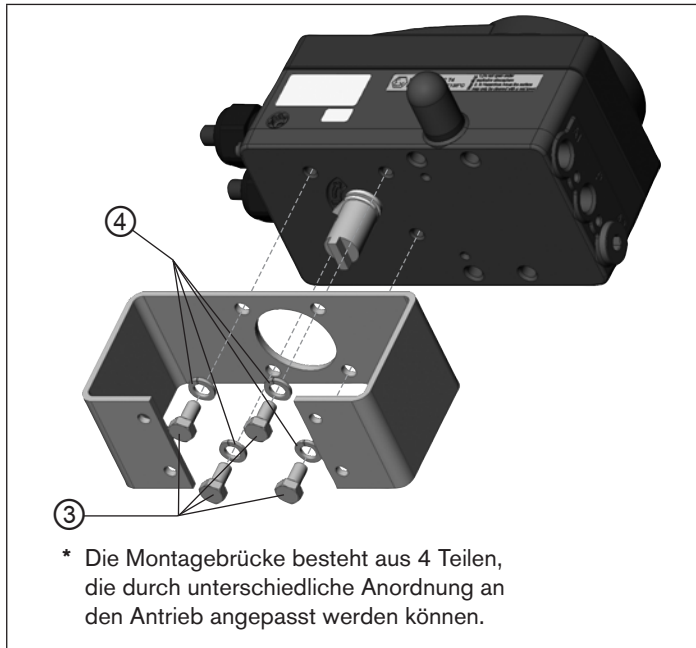

Bild 7: Montagebrücke befestigen (schematische Darstellung)
- Die Montagebrücke mit 4 Zylinderschrauben ③ und Feder-
ringen ④ an Typ EP 501/EP 501 C befestigen (siehe „Bild 7“).